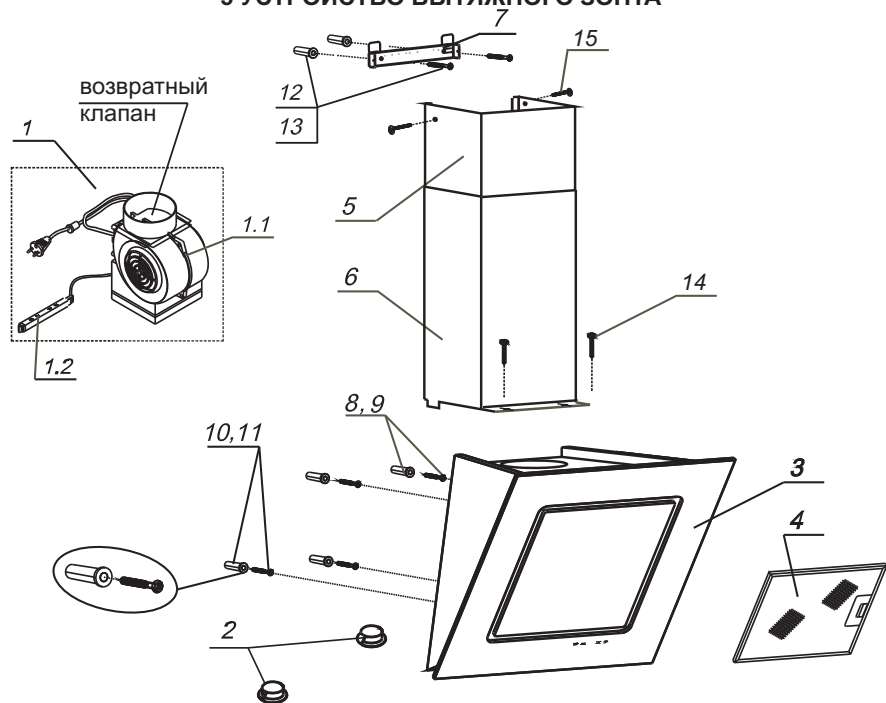

РИС. 3
1.4 Перед эксплуатацией вытяжного зонта убедитесь в том, что возвратный клапан, расположенный на горловине вентилятора (рис. 3), имеет свободный ход (легко поднимается вверх и опускается).